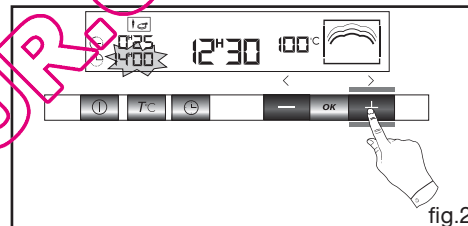

fig.2
- Bijvoorbeeld: Einde kooktijd 14u00 (fig.2)